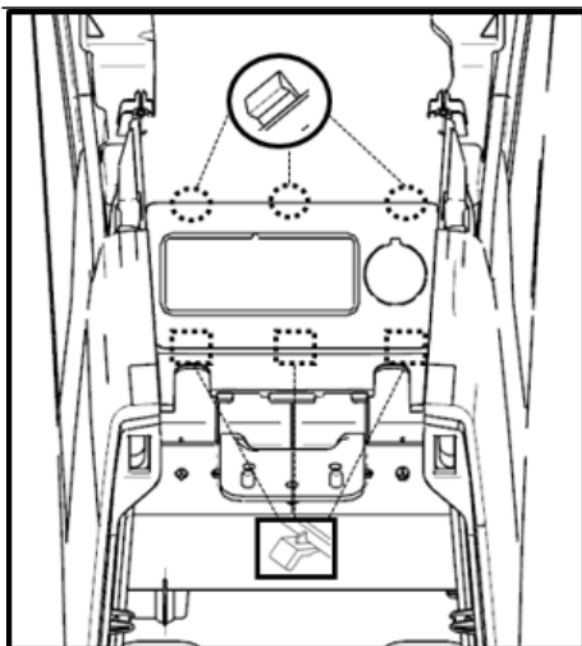

图 1.6.10 USB 及备用电源安装盖板的拆卸
(1) USB及备用电源安装盖板的拆卸:
- a) 打开扶手至极限状态，取出储物盒中放置的物品，并断开所有与USB及备用电源安装盖板接口连接的电器原件，使USB及备用电源安装盖板完全可见。如图1.6.10所示;
- b) 用一字螺丝刀沿USB及备用电源安装盖板与副仪表板本体配合处小心撬起安装板，直至将全部配合卡脚全部松开，向上翻转取下USB及备用电源安装盖板。如图1.6.10所示;